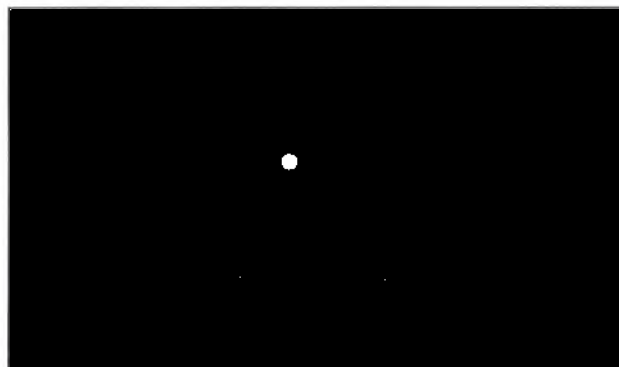

Рис. 5.39 – Подготовка прибора к работе
5.10.2 Для того чтобы выбранные параметры вступили в силу, может потребоваться некоторое время. Переключение Прибора будет сопровождаться сообщением на экране (рис. 5.39).